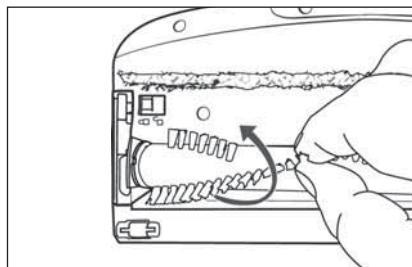

Fig. 27
- 3) Sfilare il rullo a spazzola ❶ tirandolo dalle setole fuori dalla spazzola per pavimenti ❷. Ruotare leggermente il rullo a spazzola ❶ per poterlo togliere più facilmente (vedere fig. 27).